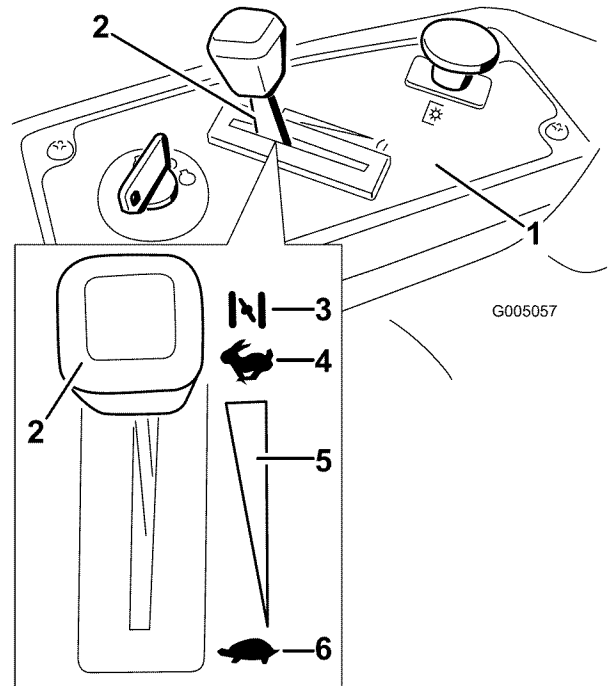

**Figura 8**
2. Desengrane las cuchillas moviendo el mando de control de las cuchillas a Desengranado (Figura 8).